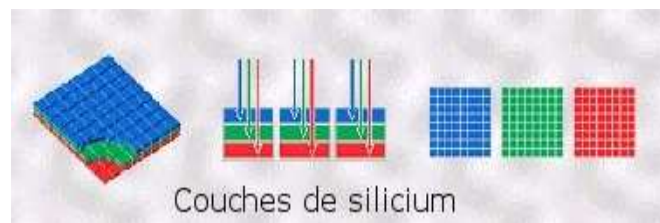

Figure 3 : technologie « X3 »
- *La technologie dite « X3 »* est présentée en figure 3. Elle utilise une propriété particulière du silicium : la couche superficielle absorbe la composante Bleue la lumière, la couche intermédiaire absorbe la composante Verte et la composante Rouge est stoppée par la couche inférieure.